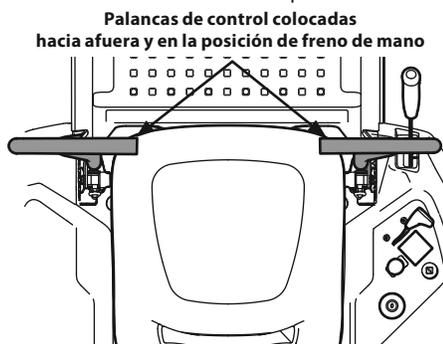

Figura 18
1. El operador debe estar sentado en el asiento del tractor con las palancas de control de la transmisión completamente hacia afuera en la posición de estacionamiento. Consulte la Figura 18. Consulte la sección Funcionamiento de Práctica para obtener más instrucciones.